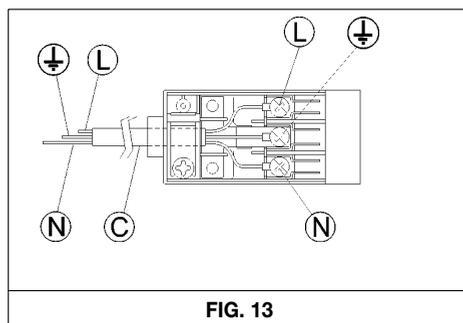

FIG. 13
- Applicare al cavo d'alimentazione "C" se sprovvisto (vedi fig. 13) una spina normalizzata adatta al carico indicato sull'etichetta segnaletica. Allacciare i cavetti secondo lo schema della fig. 13 avendo cura di rispettare le sottotestate rispondenze: